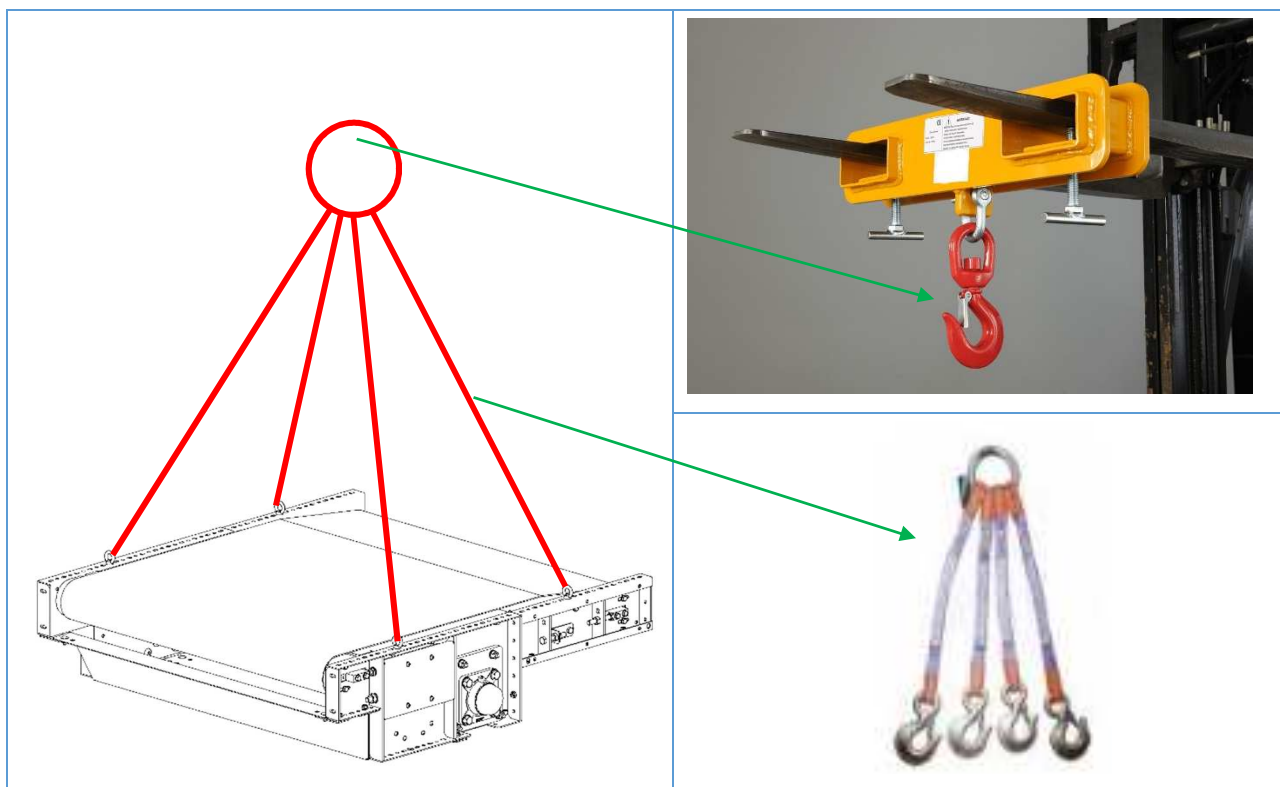

Figura 43 - Accessori di sollevamento
3. Applicare le cinghie ai golfari e al gancio della traversa montato sulle forche del carrello elevatore (vedi Figura 43). Il sollevamento deve essere eseguito utilizzando un carrello elevatore con una capacità superiore a una tonnellata.